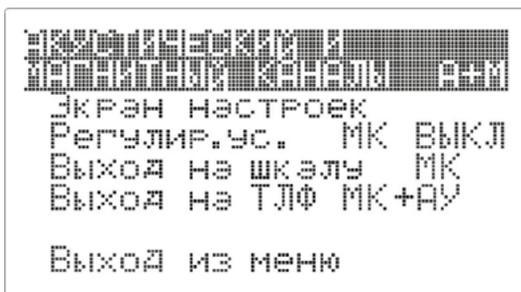

Рисунок 14 – Экран меню режима «А+М»
- 4.10.6 Экран меню режима «А+М» (рис. 14).